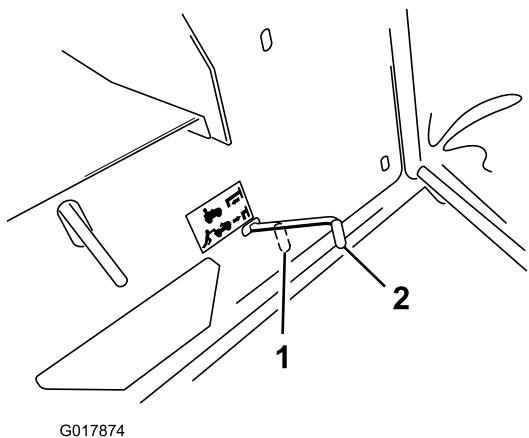

Figura 12
Nota: Il sistema di trazione è disinserito, e le ruote girano liberamente (Figura 12).
2. Mettete il comando della trazione in posizione di funzionamento (Figura 12) per ingranare la trazione.